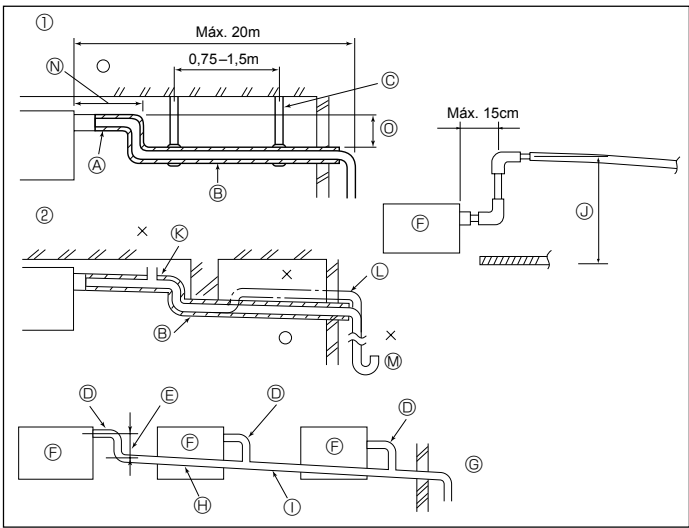

Fig. 3-4
- ① Tubagem de gás
- ② Tubagem de líquidos
- ③ Banda (grande) ④
- ⑤ Tampa do tubo ③
- ⑥ Vire a costura para cima.
- ⑦ Aperte a tampa do tubo contra a chapa metálica.
- ⑧ Material de isolamento térmico da tubagem de refrigerante
- ⑨ Envolve apertadamente.
- ⑩ Corte o excesso de comprimento da banda.
3.3. Trabalho de tubagem de drenagem (Fig. 3-4)
- ① Tubagem correcta
- ② Tubagem errada
- ③ Isolação (9 mm ou mais)
- ④ Inclinação descendente (1/100 ou mais)
- ⑤ Suporte de metal
- ⑥ VP-20 (Tubo PVC de 26 de diâmetro externo)